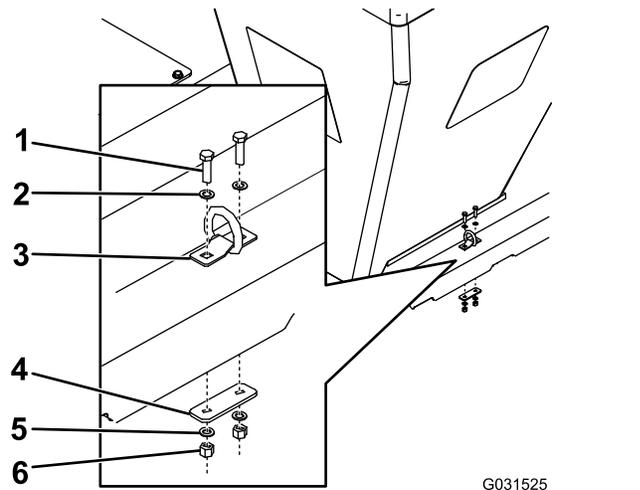

Figure 7
2. Posez les anneaux en D comme montré à la Figure 7 et serrez les boulons à 28 N·m (19,7 pi-lb).